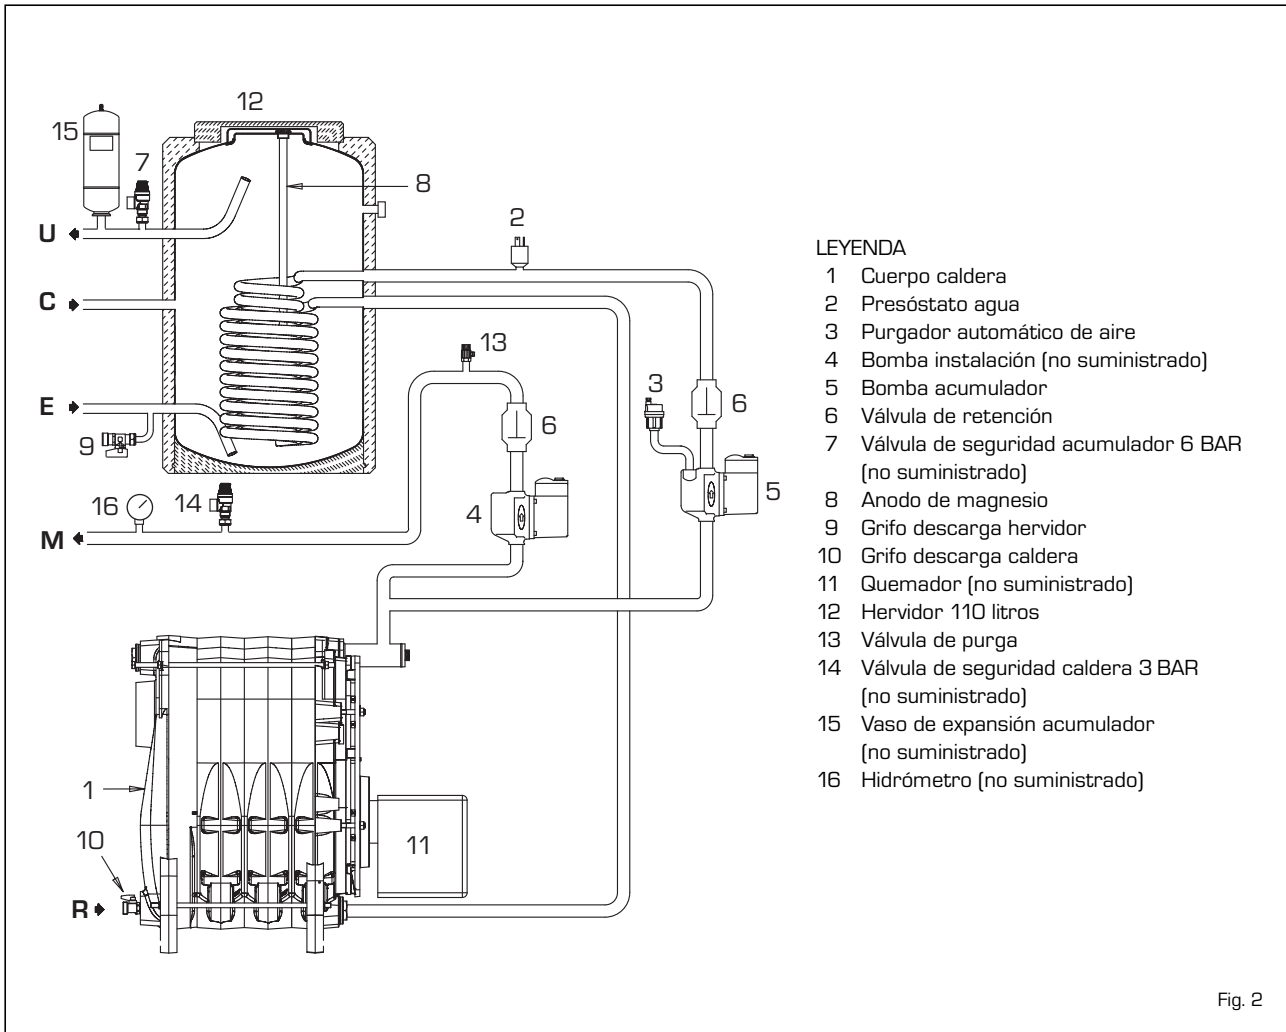

Fig. 2
2.3.1 Accesorios para instalar (fig. 2)
Para facilitar esta operación colocar la ranura del tornillo de desbloqueo de la válvula de retención, en posición horizontal (6 fig. 2). Una vez purgado todo el aire, volver a colocar el tornillo en la posición inicial.